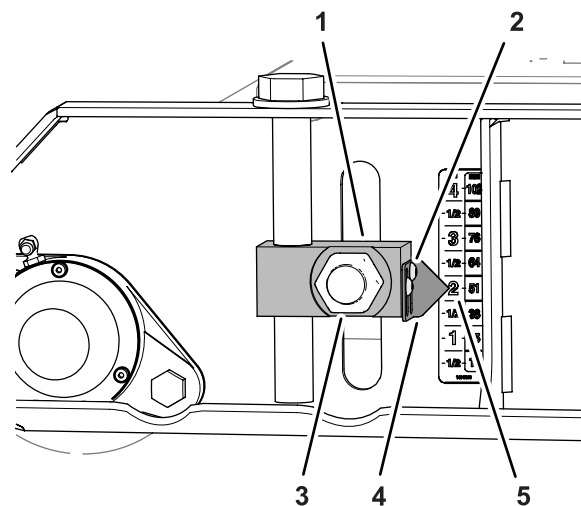
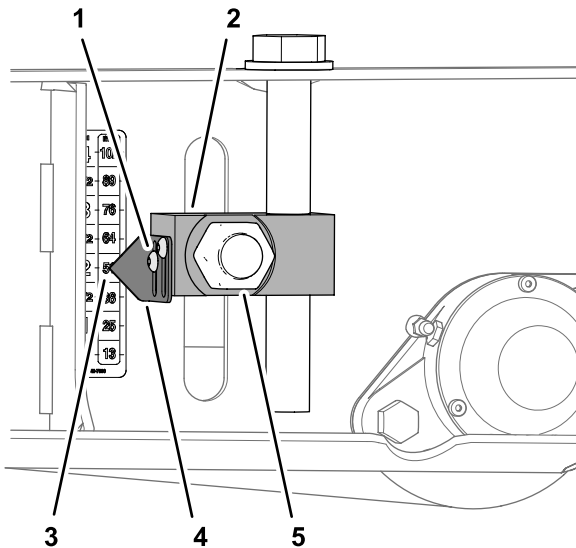

Figura 82
Figura 84
3. Allentate le 2 viti a brugola che fissano il puntatore al blocco regolatore dell'altezza di taglio, allineate il puntatore alla tacca di 51 mm sull'adesivo e serrate le viti (Figura 82).
6. Allentate le viti a brugola che fissano i 2 puntatori al blocco regolatore dell'altezza di taglio, allineate il puntatore alla tacca di 51 mm sull'adesivo e serrate le viti (Figura 84).
7. Serrate i 4 dadi che fissano i 4 blocchi regolatori dell'altezza di taglio (Figura 82 e Figura 84) per i rulli anteriori e posteriori a 322–396 N·m.